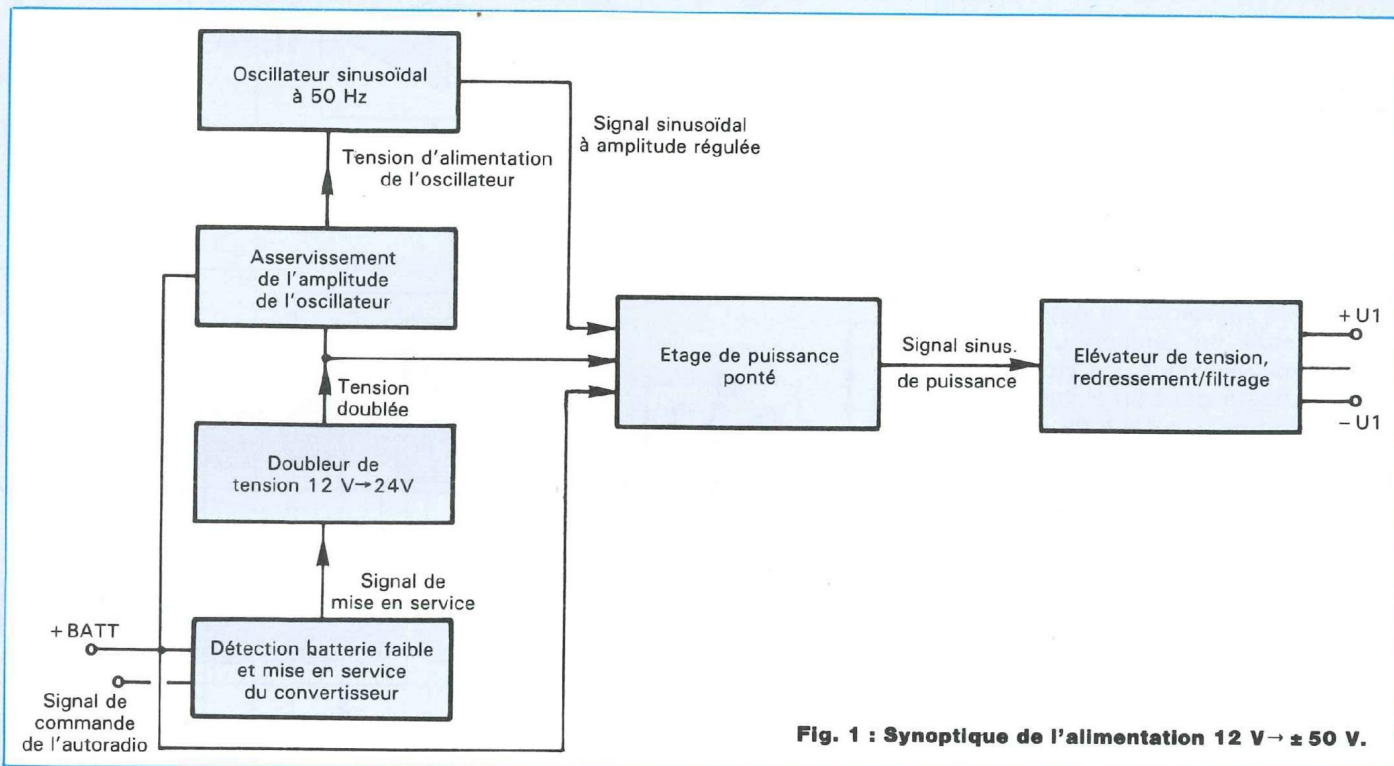
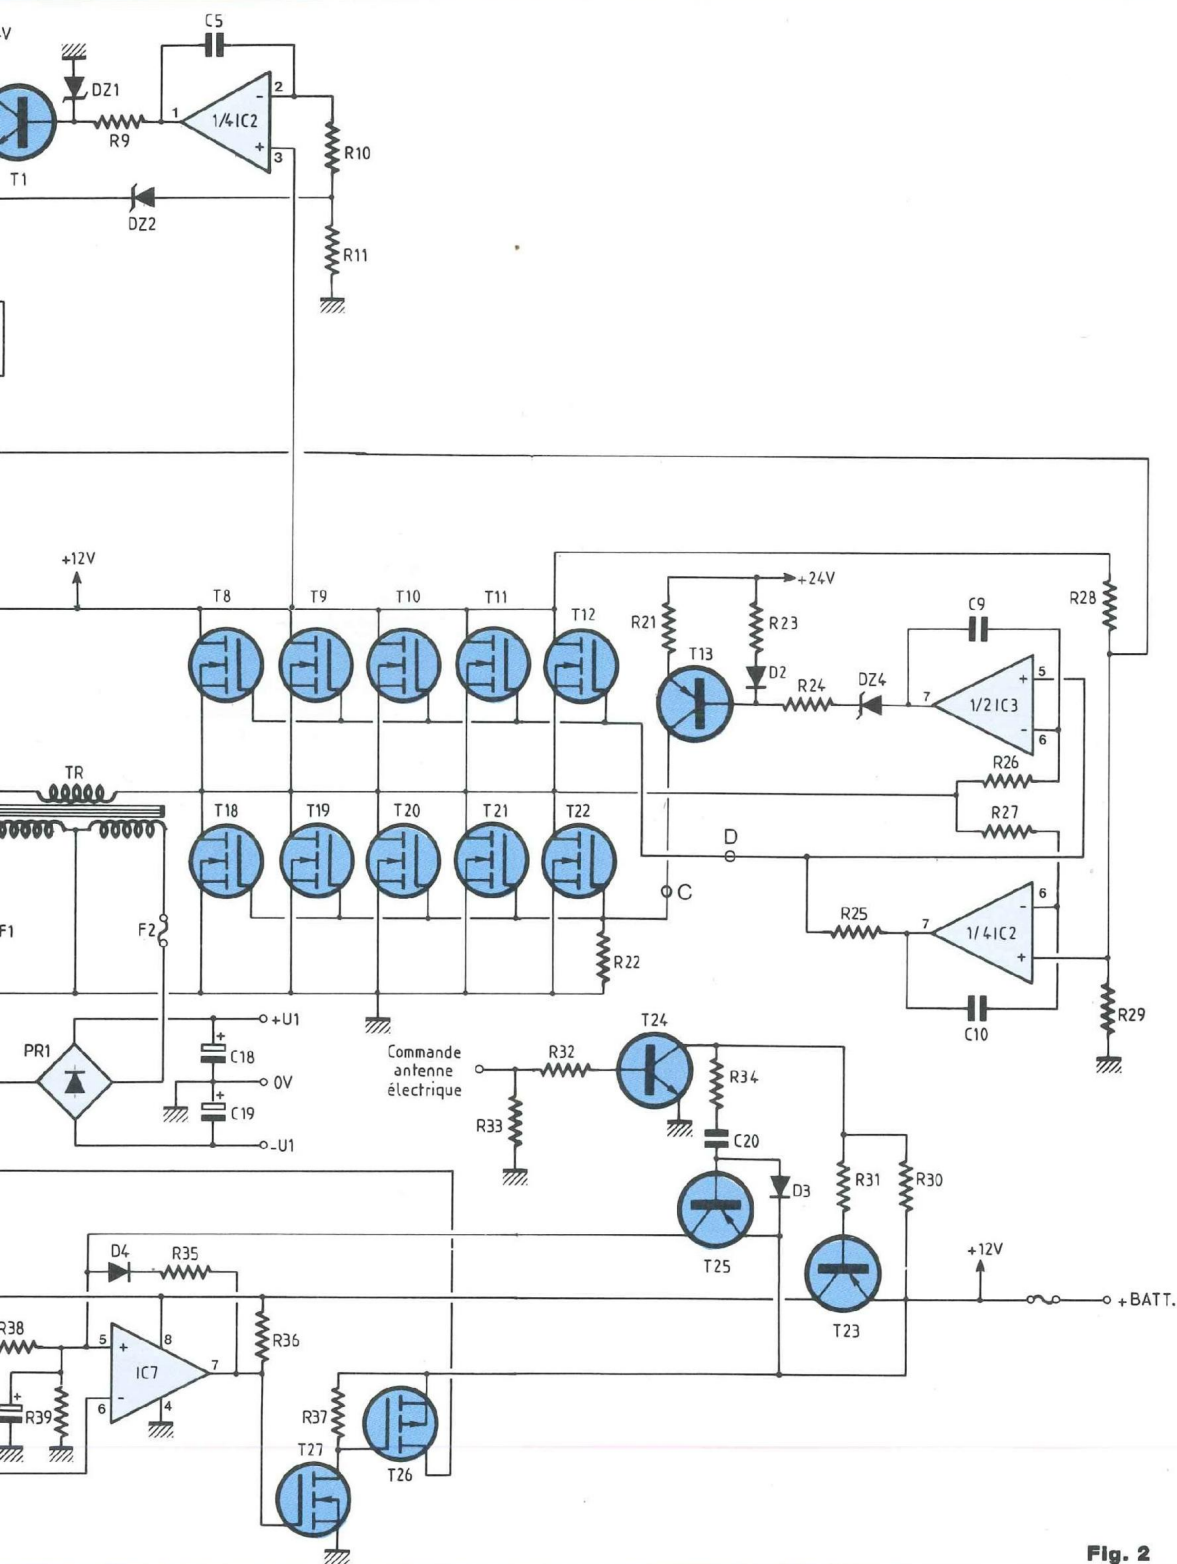

Fig. 1 : Synoptique de l'alimentation 12 V → ± 50 V.
Fig. 2
source symétrique de ± 50 V sous ± 5 A continu. Le schéma synoptique de la figure 1 permet de voir les différents étages utilisés pour cette alimentation. Comme on peut le constater, le point fort de ce système réside dans le fait qu'il fonctionne en basse fréquence (50 Hz, comme le secteur) et en sinusoïdal, éliminant ainsi tout problème parasite. Toutefois, ce n'est pas suffisant et nous allons maintenant mener une étude plus approfondie en ayant recours, pour cela, au schéma structurel de la figure 2.
Maintenant que nous avons vu de quelle façon les transistors de puissance pilotaient le primaire du transfo, nous allons nous pencher sur la structure qui les commande, eux. Pour cela, nous nous intéresserons à la partie formée par R12, R15, C6, C7, 1/2 IC3, DZ3, R16, R18, D1, R19, R20, T2, R13, R14, R17, C8 et 1/4 IC3. Si l'on considère à la base que l'on injecte un signal sinusoïdal d'amplitude 6 V sur la patte gauche de C6 (voir fig. 2), on se retrouve alors avec la même chose sur la borne 10 (V⁺) de IC2 mais centré autour de UBATT/2, soit 6 V, R12 étant égale à R15 et C6 servant de capacité de liaison. Avant toute chose, on peut constater que l'association de 1/4 IC2, R17, R14, C8 et T3 à T7 constitue un suiveur de tension. En effet, on entre sur l'entrée (+) (10) de 1/4 IC2 et le retour sur v⁻ se fait par l'intermédiaire de T3 à T7, montés en drain commun. Bien entendu, l'ampli opérationnel compense à sa sortie les 4 V des VGS des transistors afin qu'ils puissent conduire. Certains l'auront maintenant peut-être compris, c'est là qu'intervient le doubleur de tension. Son fonctionnement, basé sur l'utilisation du monostable NE555 (IC4) se fait sur les charges successives des deux condensateurs C13 et C14. En effet, la sortie 3 de IC4 étant à l'état bas, C13 se charge sous UA via D5 et T29 (T29 servant, tout comme T28, d'amplificateur en courant afin de ne pas surcharger la sortie de IC4) moins, bien entendu, la tension de seuil de D5 (0,6 V) et le VEB de T29 (0,6 V aussi).